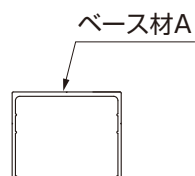
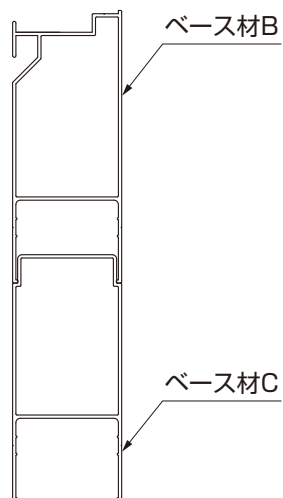

図2-33
図2-34
- ベース材には種類があります。(図2-33、図2-34、図2-35参照)